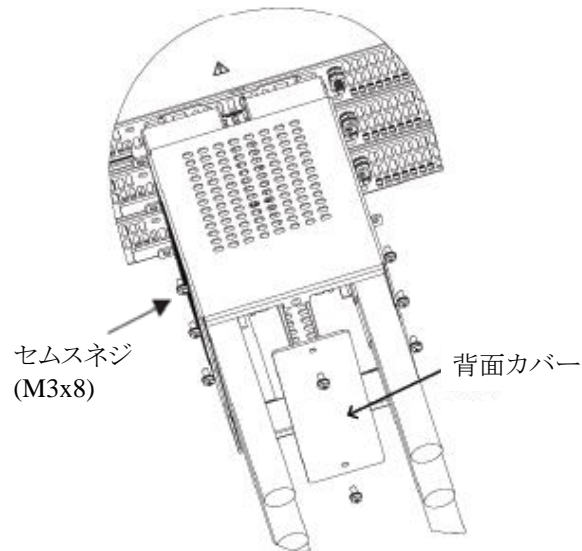

図4-47 出力端子カバーのリアパネルへの取り付け方法
5. 図4-47に示すようにM3×8セムスネジ(製品に添付されています)を使用して、電源のリアパネルに出力端子カバーを取り付けます。
(図4-47はGSP15kWの場合ですが、GSP10kWも同様です。
(図4-47はGSP15kWの場合ですが、GSP10kWも同様です。)